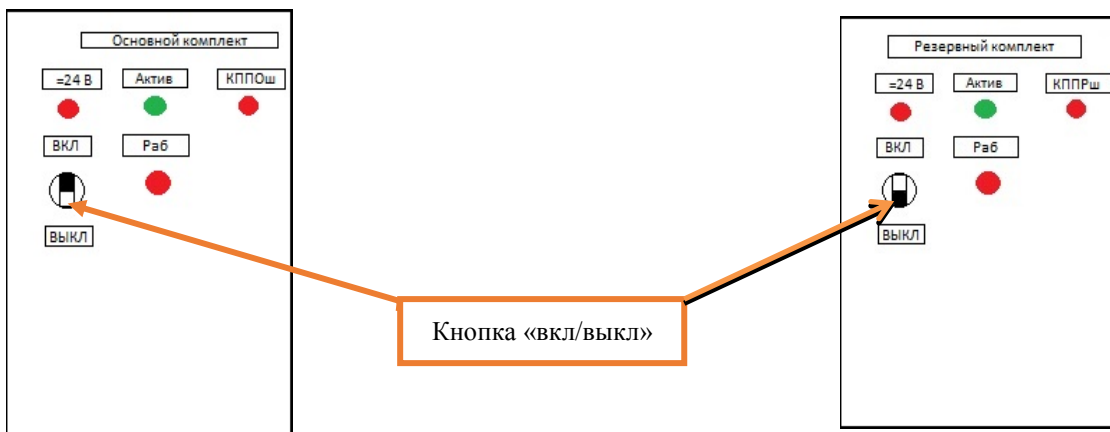

Рисунок 1. Выключение комплекта КТС УК.
7.1.3 Выключить питание комплекта КТС УК, в котором будет производиться замена устройства УДО-48Р, переведя тумблер «вкл/выкл» в положение «выкл» (Рисунок 1).